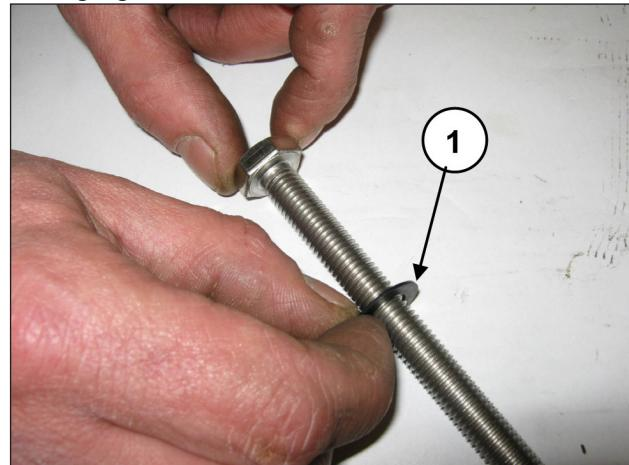

Abb. 157
Schieben Sie die Unterlegscheibe Ø10x18x0,9 auf die Festigungsschraube des Kolbens (Pos. ①, Abb. 157).